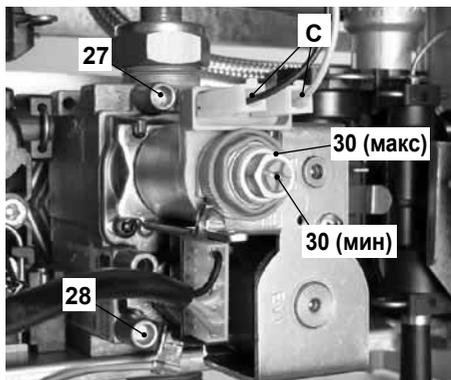

рис. 7.5
- При выключенном бойлере (не работающем) проверьте давление нагнетания, используя штуцер 28 в рис. 7.5 и сравните это значение со значениями, приведенными в таблице Давление газа питания в разделе «Технические данные» на стр. 18.
- Плотно закройте контрольный штуцер давления 28 в рис. 7.5 .
- Откройте штуцера давления 27 в рис. 7.5 и подключите проверочный манометр.
- Наберите большое количество горячей сантехнической воды. Сравните значение измеренного давления со значениями в рис. 7.3 . Чтобы отрегулировать давление на горелке, вращайте латунную шестигранную гайку на модулирующем устройстве 30 (макс) в рис. 7.5 (по часовой стрелке давление увеличивается).
- Сравните значение измеренного давления со значением рис. 7.4 . Чтобы отрегулировать давление на горелке, вращайте пластиковый винт (30 (мин) в рис. 7.5 ) удерживая большую шестигранную латунную гайку (30 макс в рис. 7.5 ) на модулирующем устройстве (по часовой стрелке давление увеличивается).
- Подсоедините провод питания "С" модулирующего устройства рис. 7.5
- Хорошо закройте контрольный штуцер 27 в рис. 7.5
- рис. 7.5 и подключите проверочный манометр.